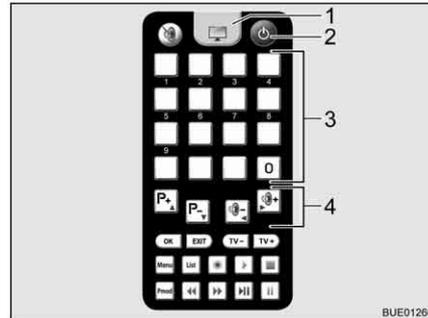

Fig. 34 Mando a distancia
- Pulsar la tecla "☰" (Fig. 34,2) del mando a distancia. La antena parabólica se levanta de su posición de estacionamiento y conmuta al modo de búsqueda. Cuando la instalación haya encontrado un satélite, sonará una señal acústica.
- Ajustar la emisora deseada con las teclas de memoria (Fig. 34,3) o las teclas de función (Fig. 34,4).